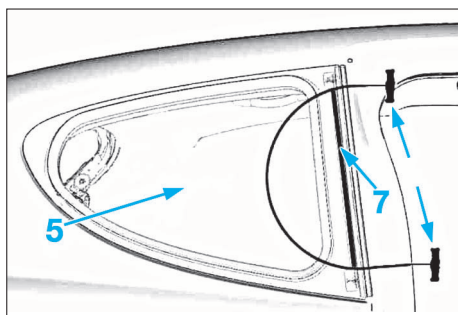

FIG. 74
- Couper le cordon de colle (7) (Fig.74).